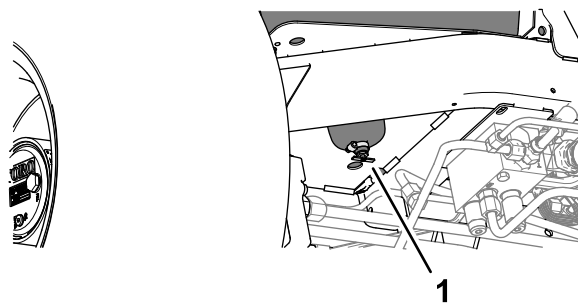

Figura 83
- Coloque un recipiente de vaciado debajo de la válvula de vaciado en el fondo del depósito de combustible (Figura 83).